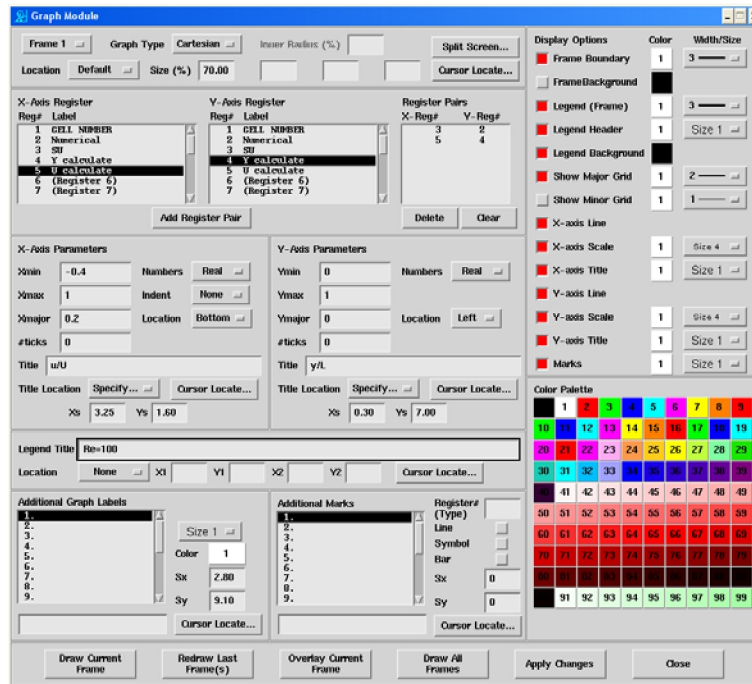

Рис. 10.13. Окно *Graph Module*
- В открывшемся окне *Graph Module* введите значения так, как показано на рис. 10.13.